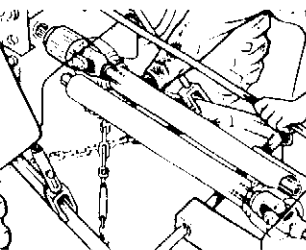

Abb. 3
19. Da nicht alle Schlepper die gleichen Anschlußmaße für die Zapfwelle besitzen, ist in jedem Fall eine Anpassung an den vorhandenen Schlepper notwendig. Die Gelenkwelle soll beim Einpassen nur um das Stück gekürzt werden, was als wirkliche Differenz ermittelt wurde (Abb. 3). Man bringt die beiden Vielkeilwellen zum Fluchten und ermittelt so den geringsten Abstand. Die Rohrenden sind nach dem Absägen zu entgraten und die Gleitstellen gut einzufetten.
- 19) Since tractor measurements vary as regards p.t.o. connection, the spreader must be adapted to suit the particular tractor in use. The cardan shaft should only be reduced by the amount found to be the actual difference (Fig. 3). The two spline shafts are aligned, in order to determine the minimum distance. After being sawn off, the ends of the tubes must be deburred and the sliding surfaces greased.
19. Etant donné que les dimensions de la prise de force ne sont pas les mêmes sur tous les tracteurs, il y a lieu de procéder toujours à une adaptation. A l'ajustage de l'arbre de transmission ne raccourcir celui-ci que de la différence réellement déterminée (fig. 3). Aligner les deux arbres cannelés et déterminer la distance minimale. Après sciage, enlever les bavures sur les deux extrémités du tube et graisser abondamment les parties coulissantes.
19. Daar niet alle trekkers dezelfde aansluitingsmaten voor de aftakas hebben is in elk geval een aanpassing aan de voorhanden zijnde trekker nodig. De tussenas moet bij het aanpassen slechts zoveel ingekort worden als werkelijk nodig blijkt te zijn (fig 3). Door beide getande assen in één lijn te brengen komt men de kleinste afstand. De uiteinden van de buis moeten na het afzagen afgebraamd en de glijplaatsen goed ingevet worden.